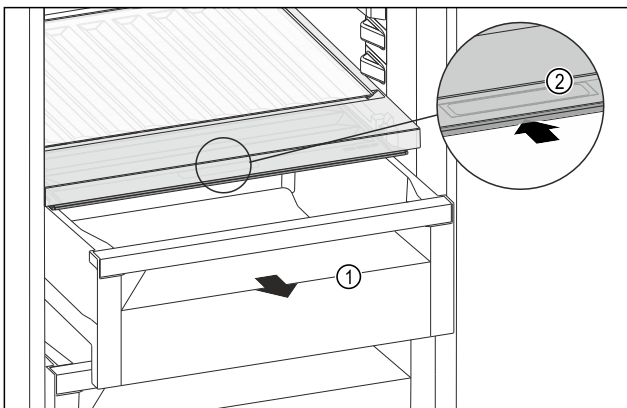

Fig. 157
- ▶ Витягніть висувний ящик Fig. 157 (1).
- ▶ Візьміться за потайну ручку Fig. 157 (2) на кришці відділення й одночасно посуньте кришку відділення назад.